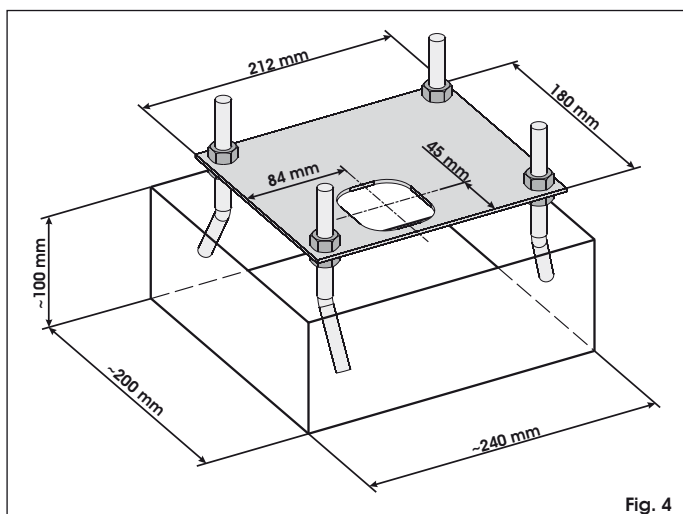
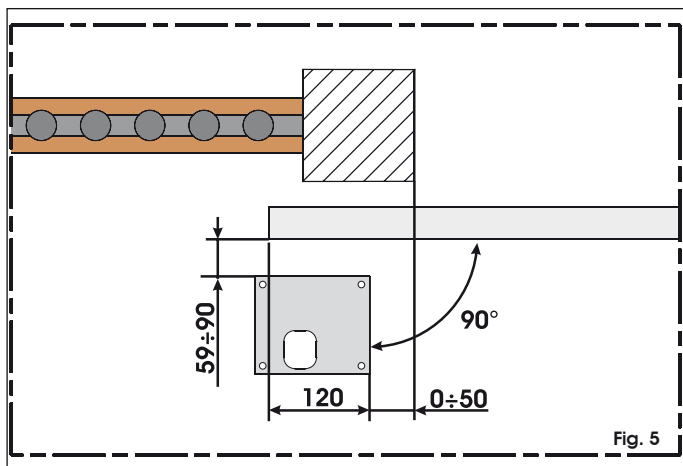
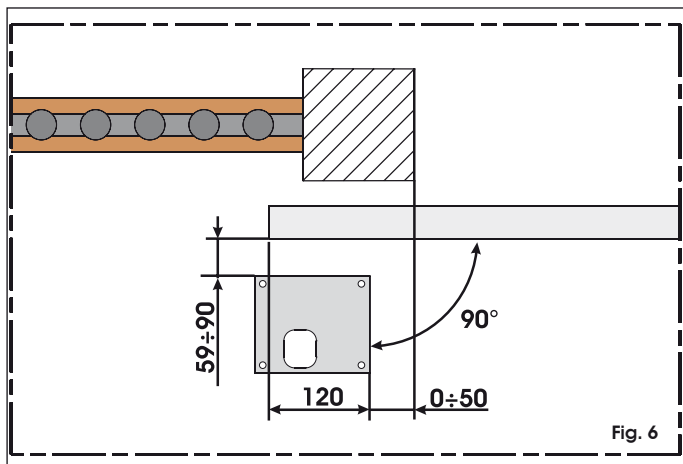

Fig. 4
Fig. 5
Fig. 6
2. Eseguire uno scavo per la piastra di fondazione come da fig. 4. La piastra di fondazione deve essere posizionata come da fig. 5 (chiusura destra) o fig. 6 (chiusura sinistra) per garantire il corretto ingranamento tra il pignone e la cremagliera.
- 2) L'operatore viene fornito per un'installazione che prevede, vista dall'interno, la chiusura del cancello a destra dell'operatore (fig. 5). Nel caso di chiusura a sinistra è necessario invertire il collegamento dei cavi collegati sui morsetti del motore.